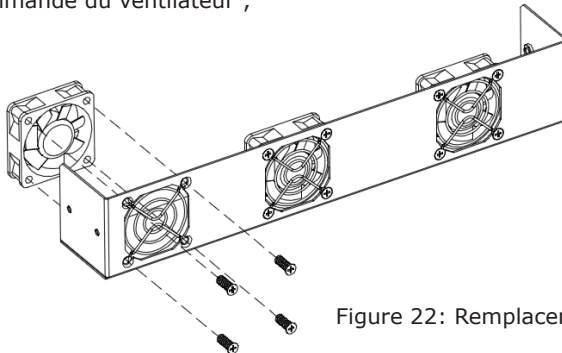

Figure 22: Remplacement du ventilateur
- (8) Démontez le ventilateur endommagé de l'onduleur comme indiqué à la Fig 22, puis installez le nouveau ventilateur à sa position d'origine, et connectez le câble d'alimentation et de commande du ventilateur ;